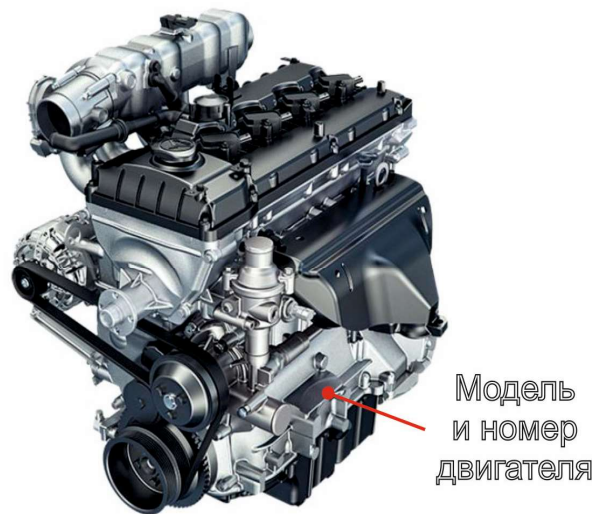

Рис. 4.5
**Модель и номер** бензиновых двигателей ЗМЗ-40905.10, ЗМЗ-409051.10 и ЗМЗ-409052.10 выбиты с левой стороны на отливке блока цилиндров в районе боковой опоры двигателя (рис. 4.5).